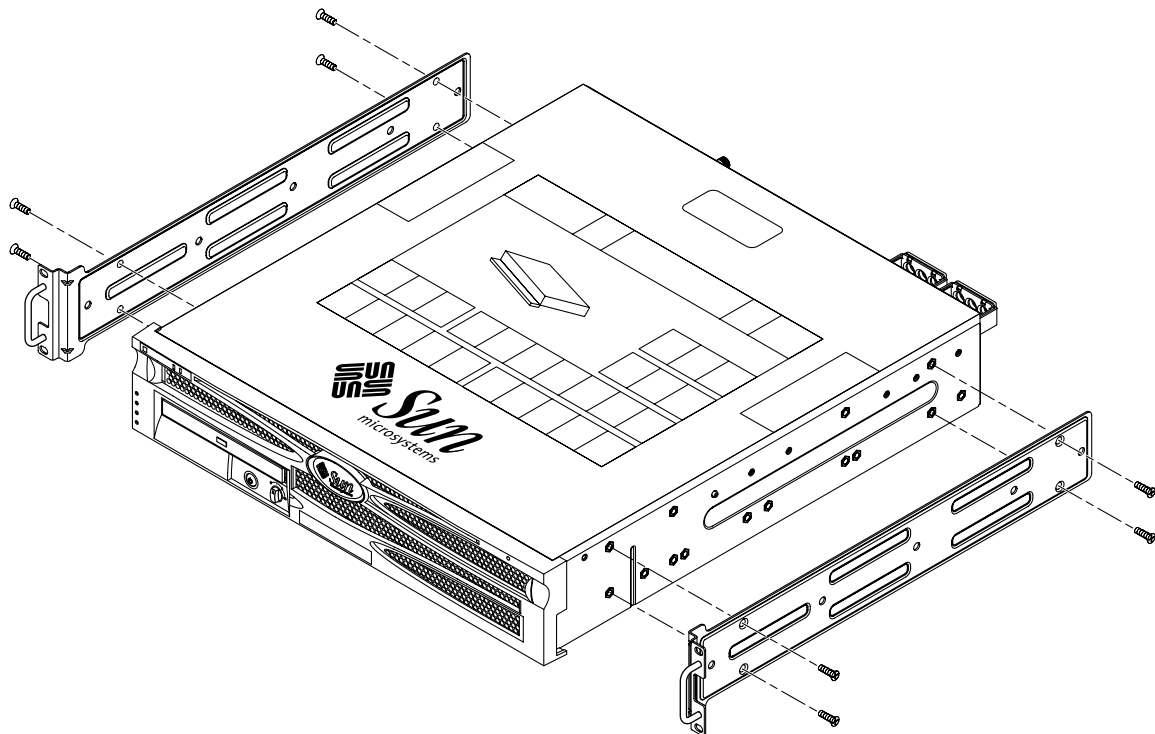

图 3-7 将固定式安装托架固定到服务器上
2. 用八颗自带的 M5 × 8 毫米十字平头螺钉（每个托架用四颗），将两个固定式安装托架分别固定在服务器的两侧（图 3-7）。